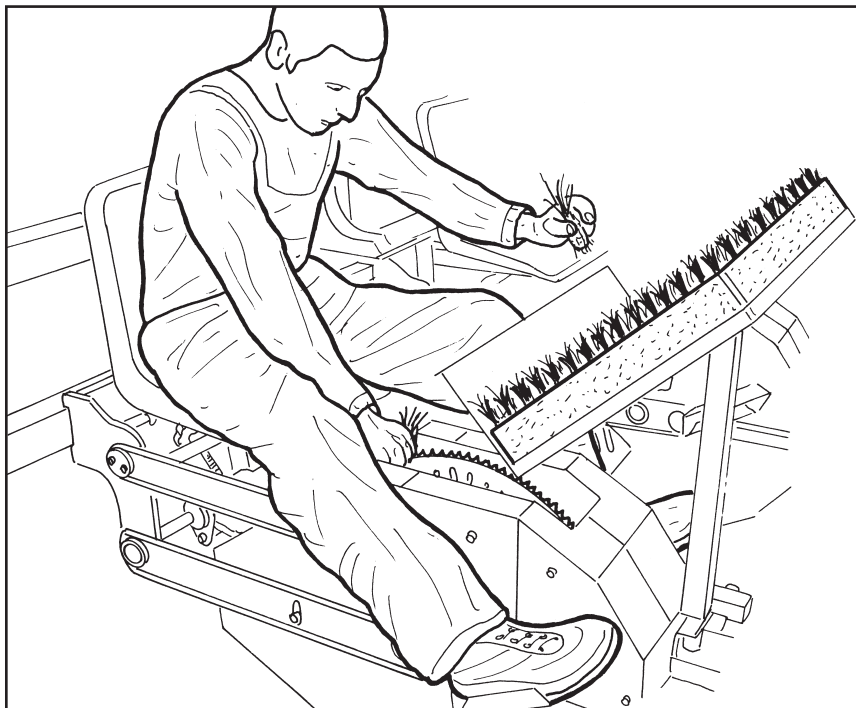

Fig. 2
- 4) Introduire les plantes à l'intérieur des verres (**Fig. 2**).